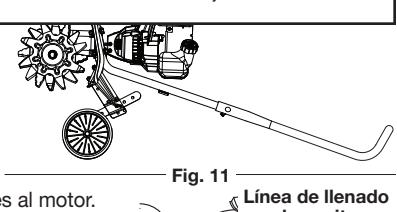

Fig. 11
2. Coloque la unidad en posición horizontal para ver bien el nivel de aceite (Fig. 11).